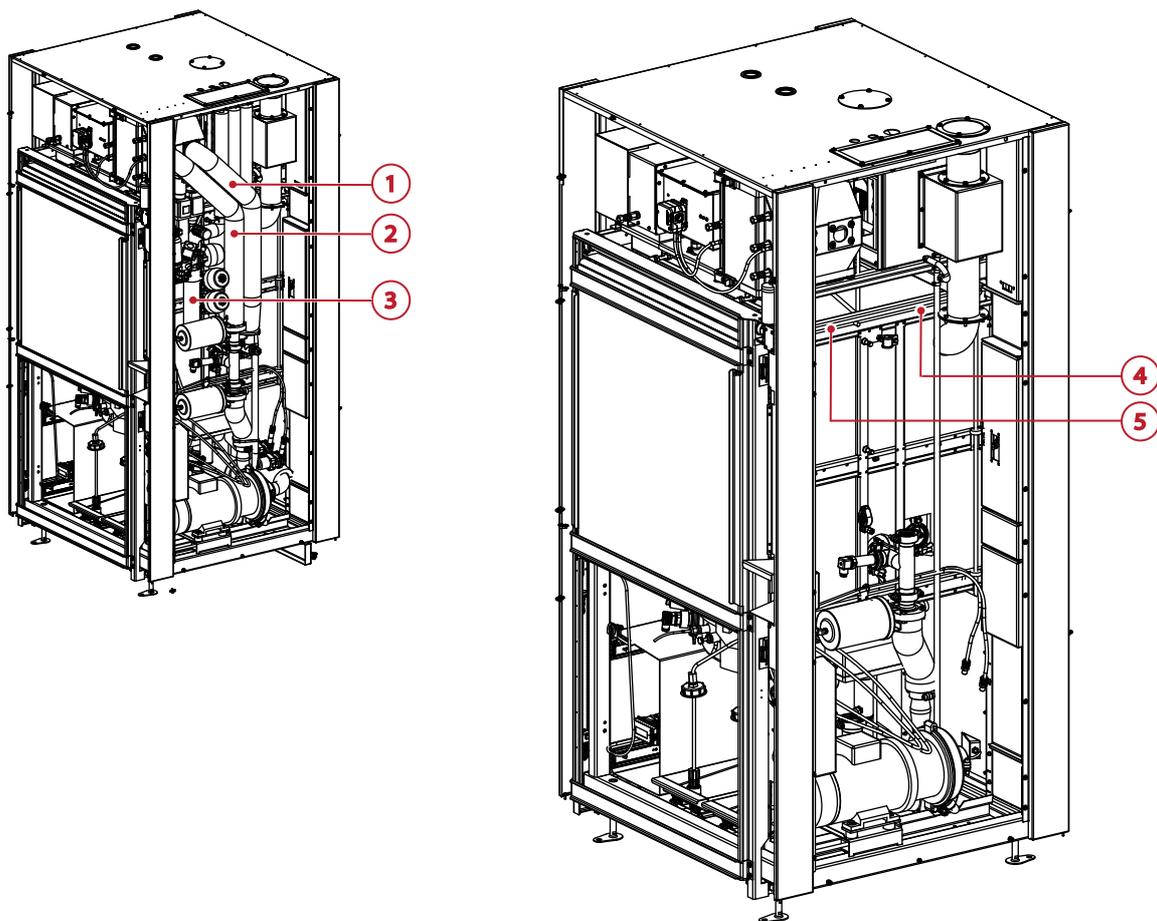

Fig. 4-3 Gerät zum Umlegen sichern
Vorgehensweise zu Fig. 4-3 "Gerät zum Umlegen sichern"
- ▶ Montieren Sie die Rohre der Medienzuleitung, Innentrocknung und Außentrocknung. Siehe Fig. 4-3 "Gerät zum Umlegen sichern".